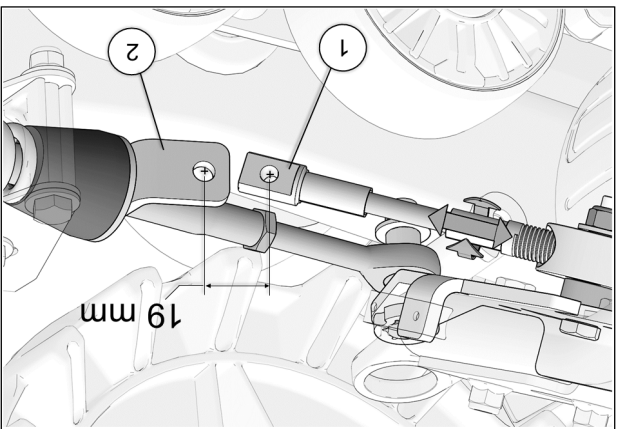

Fig. 24
14. Tourner le volant du véhicule au maximum de la course du côté gauche. En maintenant une pression au volant, ajuster le câble (en vissant ou dévissant pour ajuster la longueur). Voir la Fig. 24
15. Obtenir une distance de 19 mm [$\frac{3}{4}$ po.] du centre de l'extrémité du câble (1) au centre de l'extrémité du support de fixation (2). Voir la Fig. 24